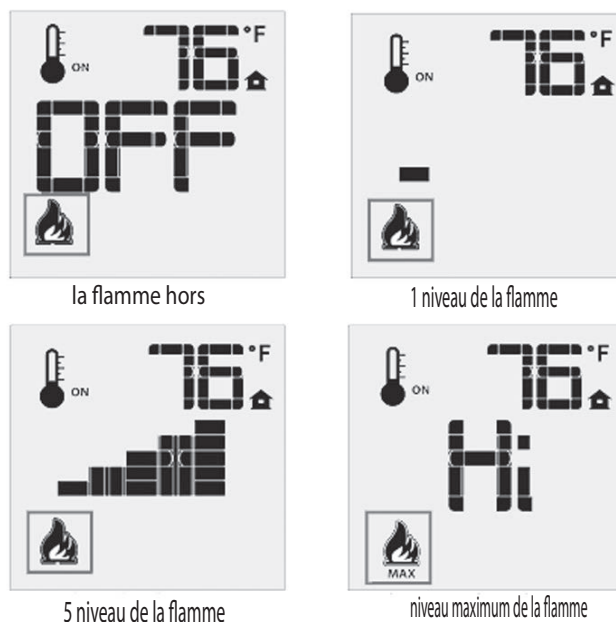

Figure 11: Les niveaux de flamme de la télécommande
Le Proflame 2 GTMF dispose de six (6) niveaux de flamme. Avec le système, et le niveau de la flamme au maximum dans l'appareil, appuyez sur la touche flèche bas sera de réduire la hauteur de la flamme d'un niveau jusqu'à ce que la flamme est éteinte. La clé de la flèche va augmenter la hauteur de la flamme chaque fois qu'il est pressé. Si la clé de la flèche est enfoncée alors que le système est allumé, mais la flamme est éteinte, la flamme s'allume en position haute (voir la figure 11). Un seul «bip» confirmera la réception de la commande.